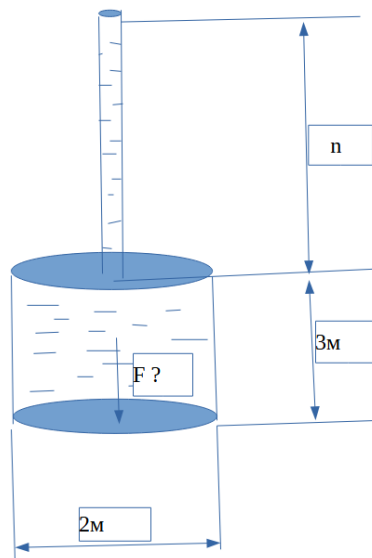

Рисунок 1.3 – Бочка з трубкою, заповненою водою до верхньої позначки
2. Щільно закрита бочка заповнена водою. У кришці бочки встановлено трубку висотою n м, заповнену водою до верхньої позначки. Внутрішній діаметр бочки – 2 м. Висота бочки – 3 м (рис. 1.3). Визначити силу тиску, яка діє на дно бочки.